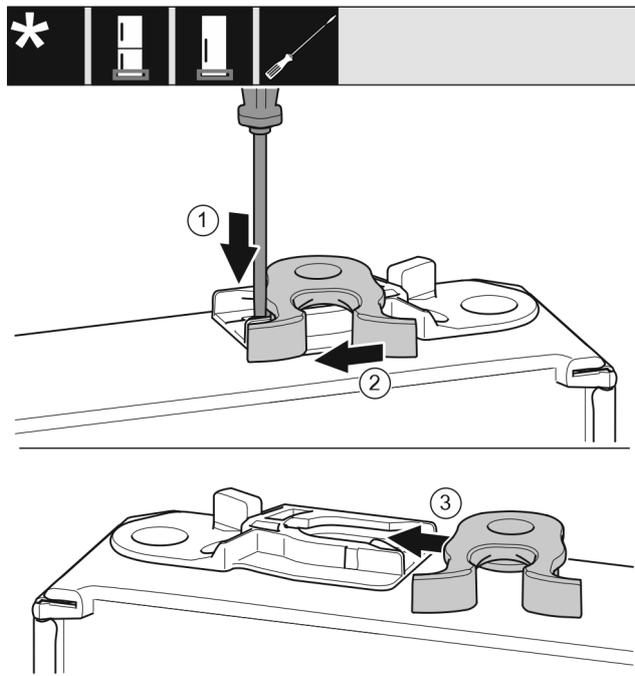

Fig. 18
- ▶ 用带槽螺丝刀向下按住接片 Fig. 18 (1)。
- ▶ 将锁钩 Fig. 18 (2)从导向装置拉出。
- ▶ 将另一侧的锁钩 Fig. 18 (3)推入导向装置。